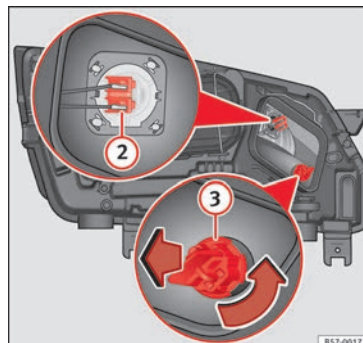

Fig. 107 Nel vano motore: lampadina degli abbaglianti ② e lampadina degli indicatori di direzione ③.
3. Premere lateralmente il connettore » **fig. 107** ② verso sinistra o destra e tirare.
3. Ruotare il portalampada » **fig. 107** ③ verso sinistra e tirare.